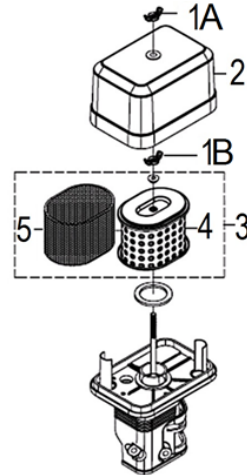

Рис. 18 Обслуживание воздушного фильтра
1. Открутите барашковую гайку 1А и снимите крышку 2 воздушного фильтра (Рис. 18).
2. Открутите барашковую гайку 1В и извлеките из корпуса воздушный фильтр 3 в сборе (Рис. 18).
3. Проверьте целостность и чистоту фильтрующих элементов. Поролоновый (предварительный) фильтрующий элемент 5 установлен на корпусе бумажного фильтрующего элемента 4 (Рис. 18).
4. При незначительном загрязнении промойте поролоновый фильтрующий элемент 5 (Рис. 18) теплым мыльным раствором и просушите. Поврежденный или сильно загрязненный поролоновый фильтрующий элемент замените.